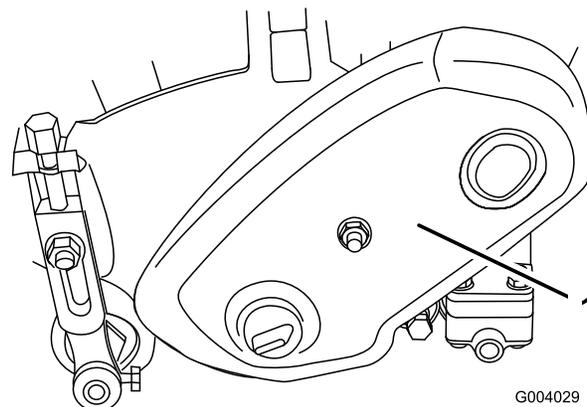

図 30
1. ベルト・カバー取り付けネジ（図30）を外してベルトを露出させる。